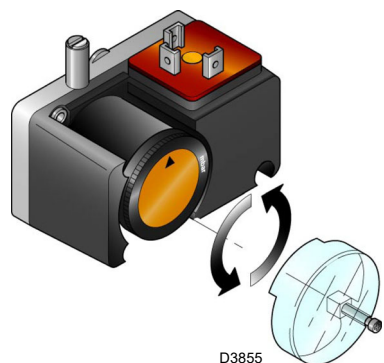

Fig. 29
- Regular el presostato gas de mínima (Fig. 29) en inicio de la escala.
El objetivo del presostato de la mínima presión de gas es evitar que el quemador funcione de forma inadecuada debido a una presión de gas demasiado baja. Realizar el ajuste del presostato gas de mínima (Fig. 29) después de ajustar el quemador, las válvulas de gas y el estabilizador de la rampa.